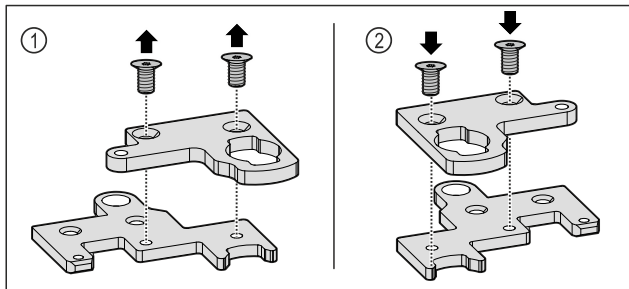

Fig. 34
- Išardykite dviejų dalių šarnyrinį kampuočių. Fig. 34 (1)
- Vėl surinkite dviejų dalių šarnyrinį kampuočių, pasukę 180°. Fig. 34 (2)